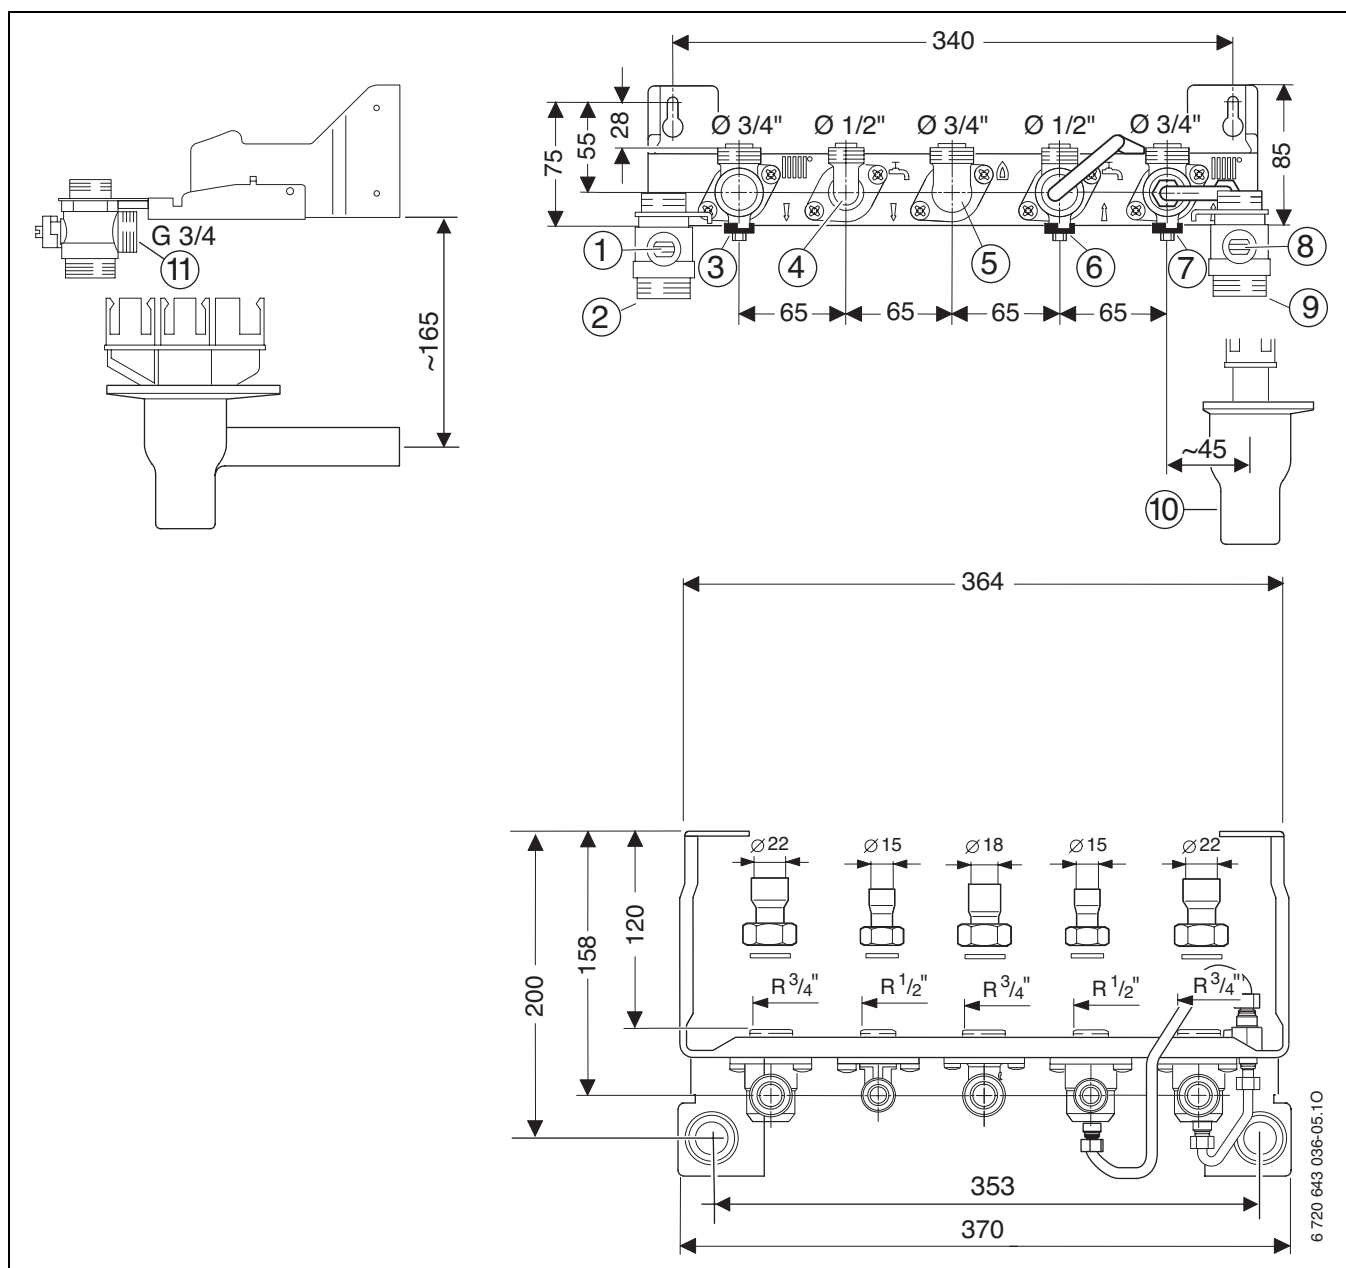

Fig. 9 Ejemplo: plantilla de montaje nº 1497
- ▶ Conectar el vaso de expansión directamente a la alimentación del acumulador auxiliar (→ fig. 9, [16], pág. 21).